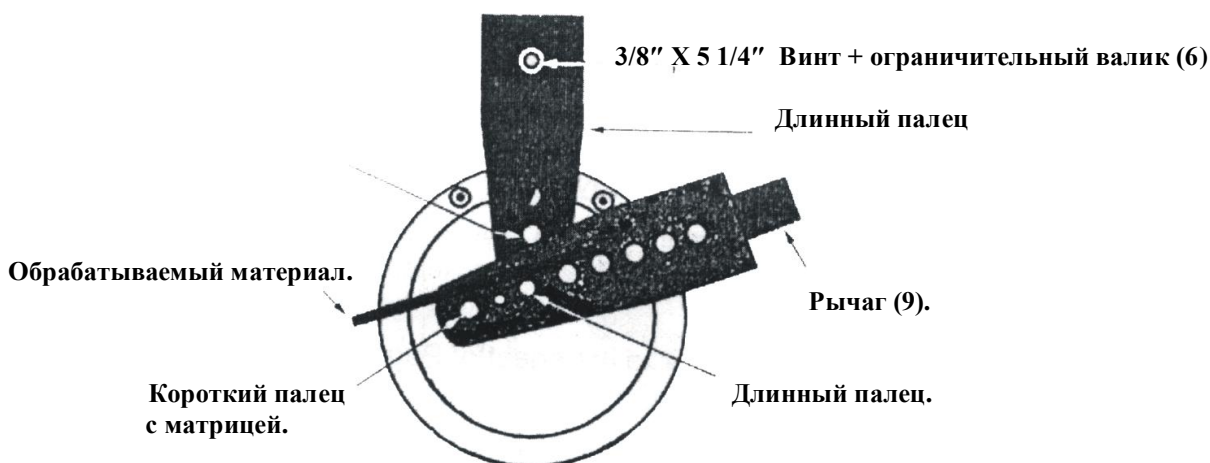

Рис. 5.
**Принадлежности для сгибания в правую сторону на угол 90° – рис. 5.**